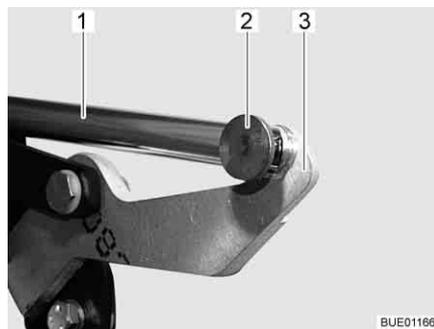

Bild 102 Antrieb
- Verbindung (z. B. Splint und Stift) (Bild 102,2) zwischen Schubstange (Bild 102,1) und Hebel (Bild 102,3) abnehmen.